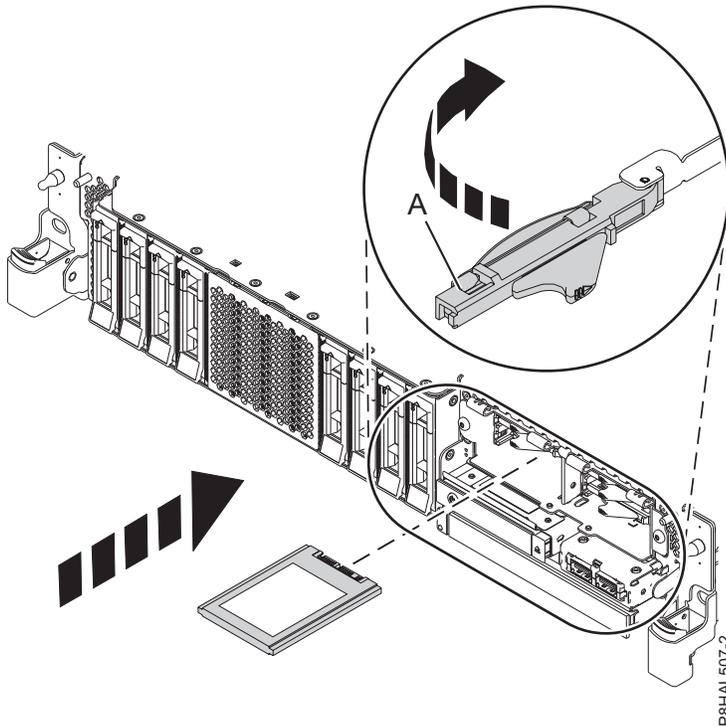

図 26. 拡張機能 システムへの SSD の取り付け
16. SSD ドライブ・ベイ・ハンドル (A) をアンロック位置にした状態状態で、SSD スロット内のガイド・レールにアクセスできるようにレバーを外側に引きます。SSD の底面を支えて、SSD スロットのガイド・レールに位置を合わせます。30ページの図26を参照してください。
21. 示されている方向にベイ・ハンドル (A)を回転させて、ドライブをロックします。 図 26